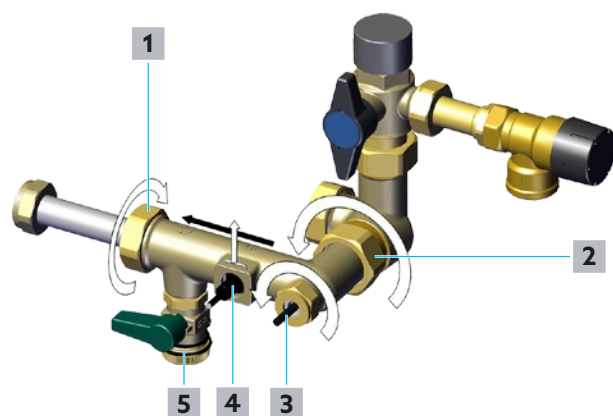

Fig. 35: Nettoyage de la turbine de mesure
- 7** Desserrer l'agrafe du capteur de débit (position **4** sur la Fig. 35 en page 38) et la mettre de côté.
- 8** Desserrer l'écrou d'accouplement du capteur de température - Eau potable froide/bouclage d'E.C.S. S3 (position **3** sur la Fig. 35 en page 38).
- 9** Retirer avec précaution le capteur de débit - Circuit E.C.S. (position **4** sur la Fig. 35 en page 38) et le capteur de température - Eau potable froide/bouclage d'E.C.S. S3 (position **3** sur la Fig. 35 en page 38) de la robinetterie.
- 11** Desserrer l'écrou d'accouplement - Aller eau potable froide (position **2** sur la Fig. 35 en page 38) à l'aide d'une clé plate de 38 mm.
- 12** Desserrer l'écrou d'accouplement - Côté échangeur de chaleur (position **1** sur la Fig. 35 en page 38) à l'aide d'une clé plate de 37 mm.
- 14** Nettoyer la douille avec la turbine de mesure. Éliminer les résidus tels que les restes de chanvre avec de l'eau (courante). Diriger l'eau courante à travers la robinetterie dans le sens inverse du sens du débit (de la direction de la position **1** vers la direction de la position **2** sur la Fig. 35 en page 38). Un tuyau d'arrosage équipé d'une buse de pulvérisation appropriée est particulièrement adapté à cet effet.
- 4** Installer le capteur de débit - Circuit E.C.S. (position **4** sur la Fig. 35 en page 38) et le capteur de température - Eau potable froide/ bouclage d'E.C.S. S3 (position **3** sur la Fig. 35 en page 38).